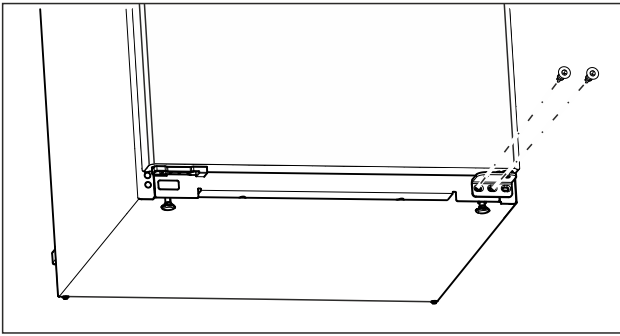

Fig. 10
- ▶ Отвийте централните винтове на долната лагерна стойка с отвертка Torx 20. (виж Fig. 10)
- ▶ Отвийте вътрешните винтове на долната лагерна стойка с отвертка Torx 20. (виж Fig. 10)